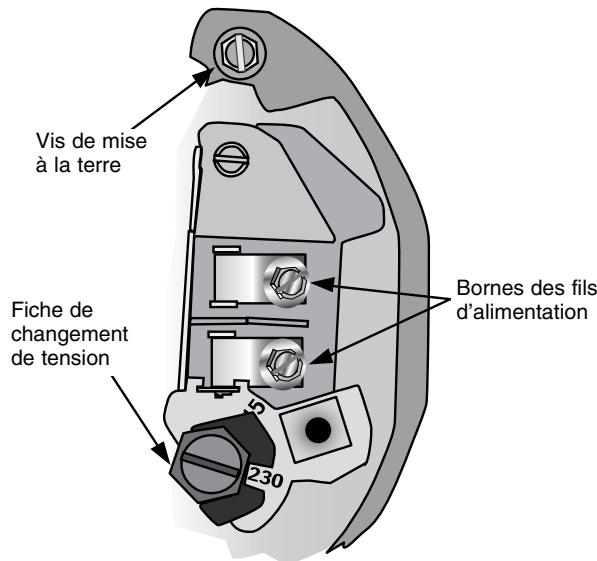

Figure 7 : Tension réglée sur le courant de 230 volts. Sélecteur rotatif
- 1 ° Brancher tout d'abord le fil de mise à la terre, comme il est illustré à la Figure 7. Le fil de mise à la terre doit être un fil de cuivre massif d'un diamètre au moins aussi gros que le diamètre des fils de tension.
- 4 ° Brancher les fils de tension sur le manostat, comme il est illustré à la Figure 7.